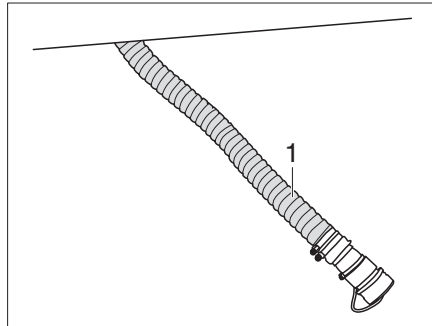

Fig. 387 Vider la cassette des toilettes avec broyeur
- Décrocher le tuyau de vidange (Fig. 387,1) sous le véhicule et l'amener jusqu'à la station de vidange.
- Laisser le tuyau de vidange (Fig. 387,1) dans la station de vidange.
- Ranger le tuyau de vidange (Fig. 387,1) sous le véhicule.